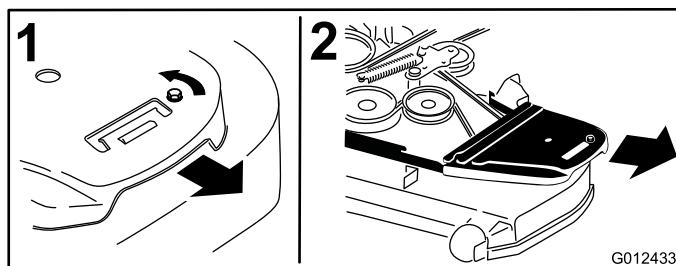

Figura 73
4. Rimuovete i paracinghia e i relativi bulloni (Figura 73).